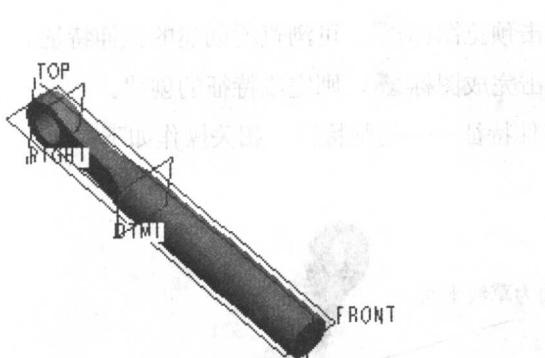
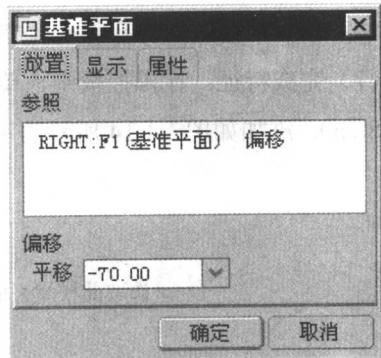

图 1.1.10
图 1.1.11
(5) 完成特征截面后，单击工具栏中的“完成”图标 \checkmark 。
(6) 在操控板中，选取双侧深度类型均为 \pm 。
(7) 在操控板中，单击预览图标 \odot ，可浏览所创建的切削特征。
(8) 在操控板中，单击完成图标 \checkmark ，则完成特征的创建。
Step7. 创建基准平面 DTM1。创建如图 1.1.10 所示的基准平面，相关操作如下。
(1) 单击创建基准平面命令图标 \square 。系统弹出“基准平面”对话框。
(2) 选取 RIGHT 基准面为参照平面，偏移值为 -70，这时“基准平面”对话框如图 1.1.11 所示。
(3) 在“基准平面”对话框中单击 确定 按钮。